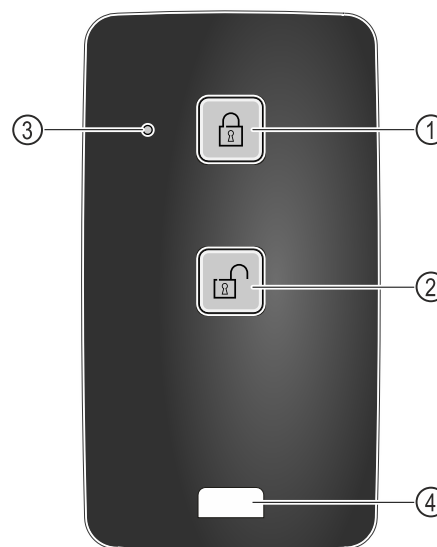

Fig. 219
- ▶ Nacisnąć przycisk Fig. 219 (1) na pilocie.
- ▶ Nacisnąć przycisk Fig. 219 (2) na pilocie.
- ▶ Po naciśnięciu przycisku dioda LED statusu Fig. 219 (3) generuje komunikat zwrotny.
- ▶ Zaczep Fig. 219 (4) do mocowania pilota, np. na breloku.